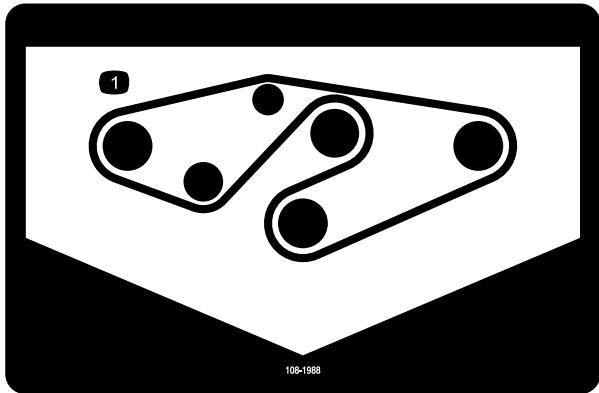

図 35
4. 図のように、スピンドル・プーリとアイドラ・プーリに新しいベルトを回しかける (図 35)。